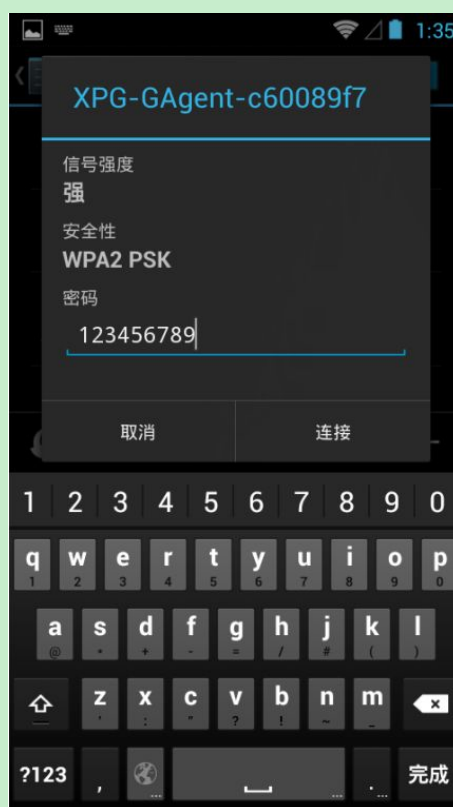

图 5-2 智能灯 softap 模式
- 2) 设备进入 SoftAP 模式后,手机端连接热点名称为: XPG-GAgent-XXXX, XXXX 是 mac 地址后四位, 密码为: 123456789, 如图 5-2: